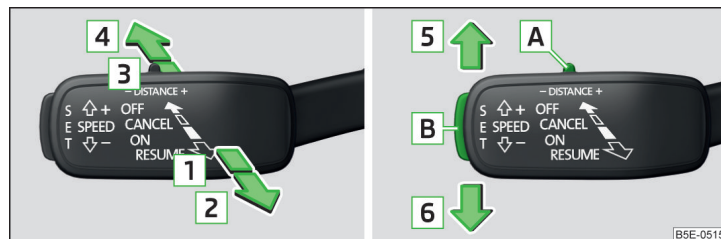

Fig. 224 Leva di comando
Panoramica delle funzioni ACC comandate con la leva » fig. 224
- Premere il tasto **SET** » **fig. 224 a pag. 193.**
- **oppure:** Impostare la leva nella posizione molleggiata **RESUME** » **fig. 224 a pag. 193.**
- Impostare la leva nella posizione molleggiata **CANCEL** » **fig. 224 a pag. 193.**
» **fig. 224 a pag. 193.**
- Impostare l'interruttore **DISTANCE** nella posizione molleggiata - o + » fig. 224 a pag. 193.
Un'accelerazione può essere interrotta in ogni momento azionando il pedale del freno o il punto di pressione **CANCEL** sulla leva di comando » fig. 224 a pag. 193.